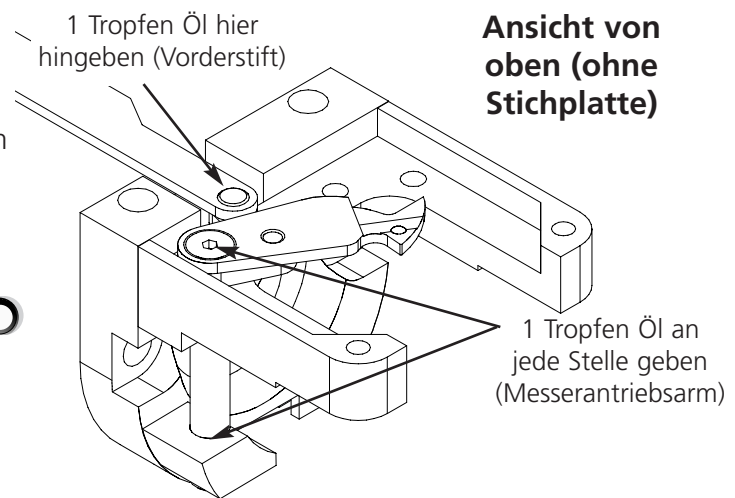

Abbildung 4-16
6. Wird Fadenschneidemeserarm, vorderer Stift angezeigt, drücken Sie . Es muß nichts bewegt werden, um den Fadenschneidemeserarm und den Stift zu ölen. Entfernen Sie die Stichplatte. Siehe Abb. 4-16, um den Fadenschneidemeserarm und den Stift zu ölen. Nach Beendigung die Taste  drücken. Die Stichplatte wieder anbringen.